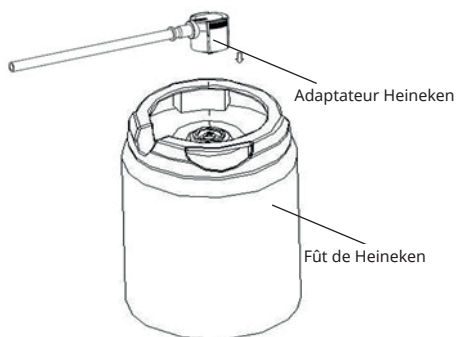
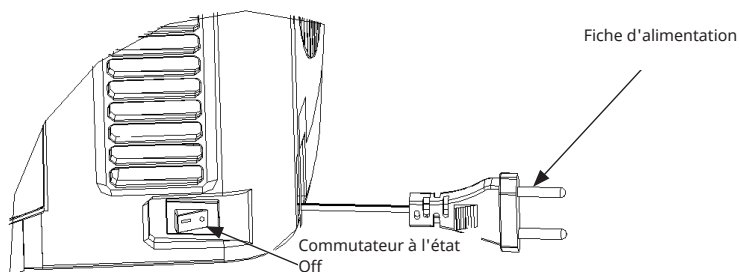

Figure 5
Figure 8
1. Retirez l'adaptateur du fût de Heineken, puis recyclez et mettez l'adaptateur au rebut conformément à la législation environnementale en vigueur (comme indiqué dans la figure 5).
2. Installez ensuite l'adaptateur (c'est-à-dire le bec Heineken) (comme indiqué dans les figures 5 et 6) du refroidisseur de bière en suivant la méthode indiquée sur la description du fût (comme indiqué dans la figure 8).
5. Mettez l'interrupteur en position « 1 » pour mettre le refroidisseur en marche. (Alors que la position « 0 » permet de l'éteindre) (comme sur la figure 8).